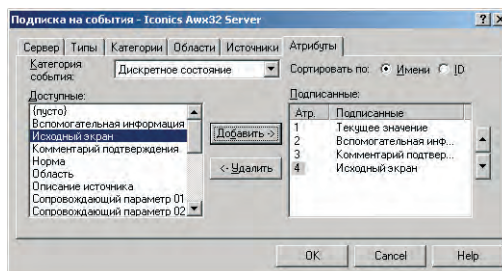

Рис. 10. Подписка на атрибут Исходный экран
3. Для того типа событий, к которому принадлежит эта тревога (выход за предел, дискретное состояние, отклонение и т.д.), добавьте атрибут **Исходный экран**, как показано на рис. 10.